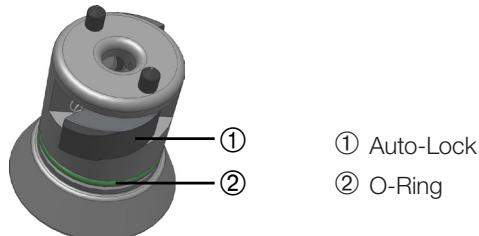

Abbildung 2-11: Auto-Lock auf der Antriebswelle
- Kontrollieren Sie Auto-Lock und O-Ring (Abbildung 2-11); die beide sauber und unbeschädigt sein müssen.